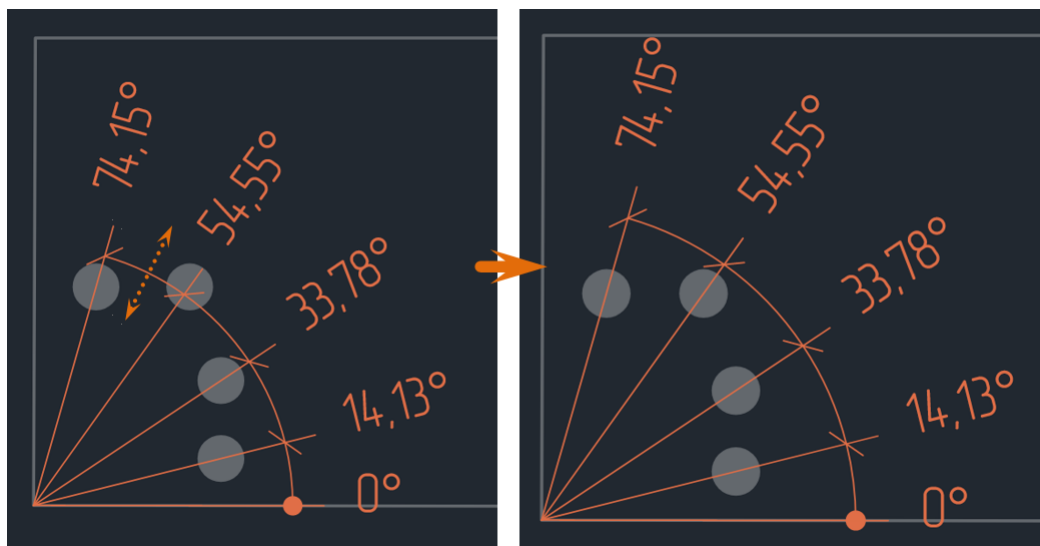

Рис. 471 Определение длины и направления выносных линий
6. Установите длину и направление выносных линий, перемещая курсор. Возможный вид размерной линии будет отображаться на экране, см. Рис. 471.